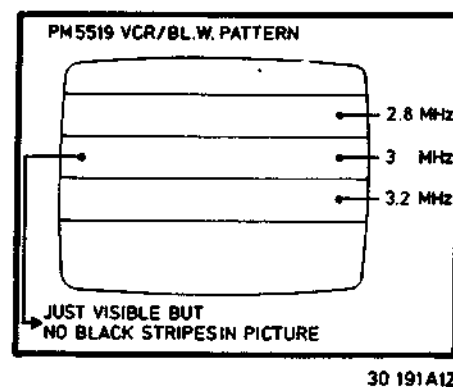

Bild 5-1
- Aufnahme wiedergeben (siehe Bild 5-1).